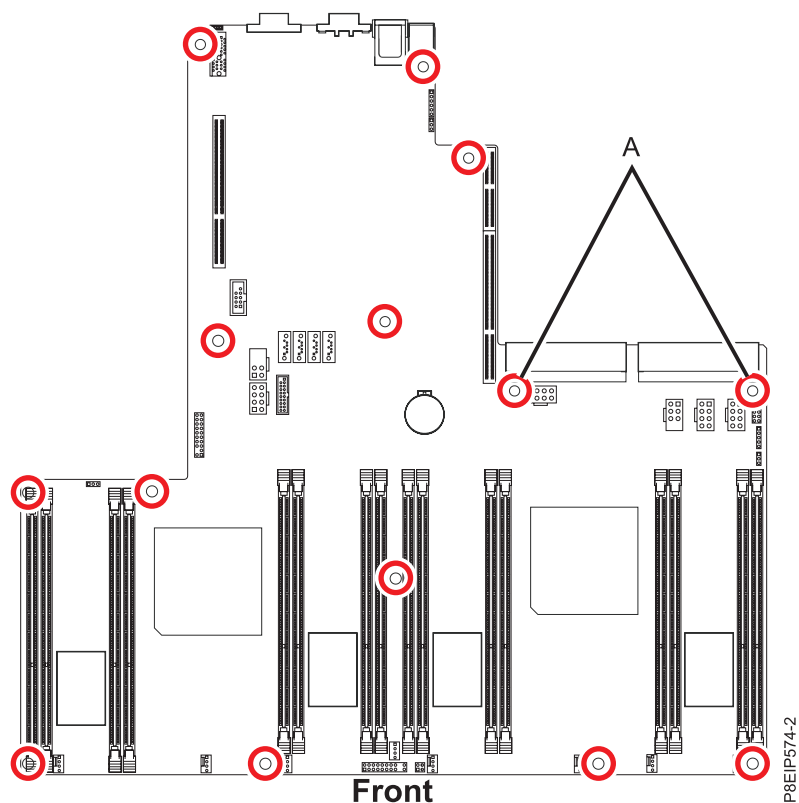

図 41. ねじの位置：(A)にある2本のねじは黒色で、少し長くなっています。
13. 14 本のねじをシステム・バックプレーンに位置合わせして取り付けます。ねじの位置は 42 ページの図 41 に示しています。